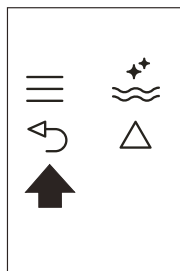

Fig. 25
- ▶ Prima duas vezes o ícone  (B6) (Fig. 25) para sair do menu.